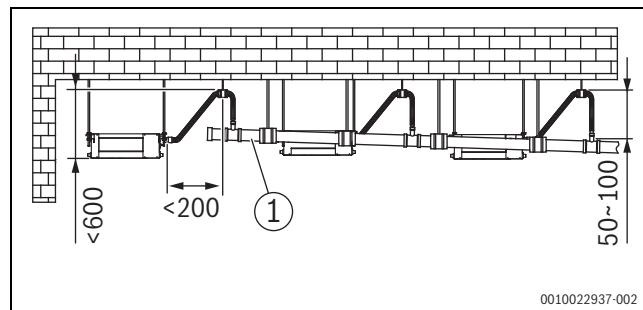
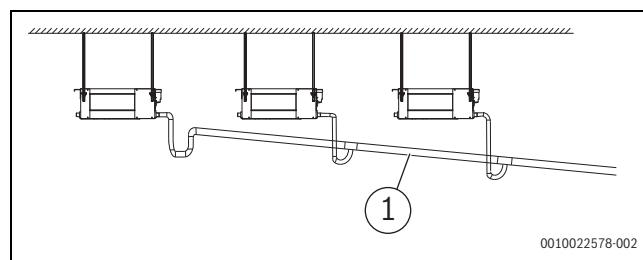

Fig. 25 Instalarea și distanțele aferente țevilor de evacuarea a apei cu pompă de apă [mm]
Fig. 26 Instalarea țevilor de evacuarea a apei fără o pompă de apă
- ▶ Instalați țevile de scurgere conform Fig. 25 (cu o pompă de apă) și Fig. 26 (fără o pompă de apă). Orificiul de evacuare pentru țeava de scurgere nu trebuie să fie mai sus decât înălțimea de scurgere, asigurând o pantă descendentă mai mare de 1/100.